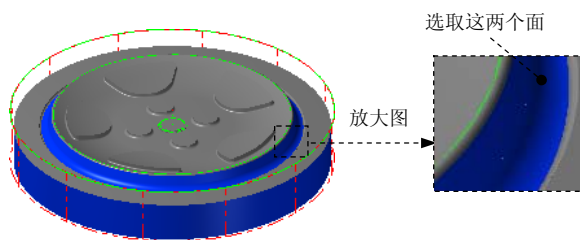

图 15.58 选取干涉面
(2) 单击干涉面区域中的按钮，选取图 15.58 所示的面为干涉面（共 3 个），然后按 Enter 键。单击按钮完成加工区域的设置，同时系统弹出“曲面精加工浅平面”对话框。